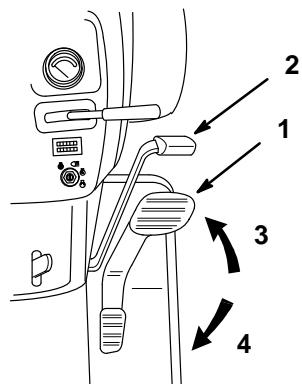

Figure 20
4. Poser le pied sur la pédale de commande de traction et enfonce lentement le haut de la pédale pour avancer en marche avant, ou le bas de la pédale pour reculer (Fig. 20). Plus on enfonce la pédale d'un côté ou de l'autre, plus le tracteur avance vite dans le sens choisi.